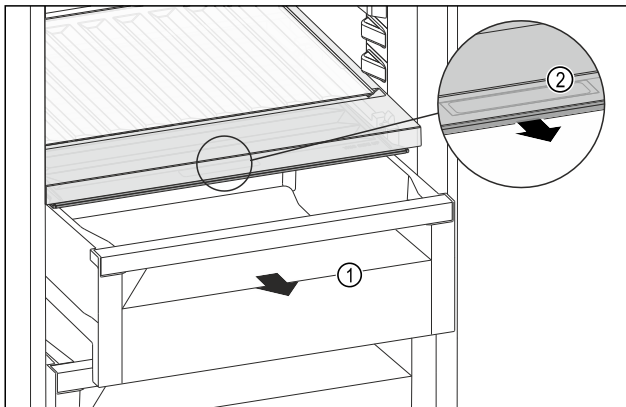

Fig. 156
- ▶ Húzza ki a fiókot Fig. 156 (1).
- ▶ Fogja meg a süllyesztett fogantyút Fig. 156 (2) a rekeszfedélen, és ezzel egy időben húzza előrefelé a rekeszfedélet.